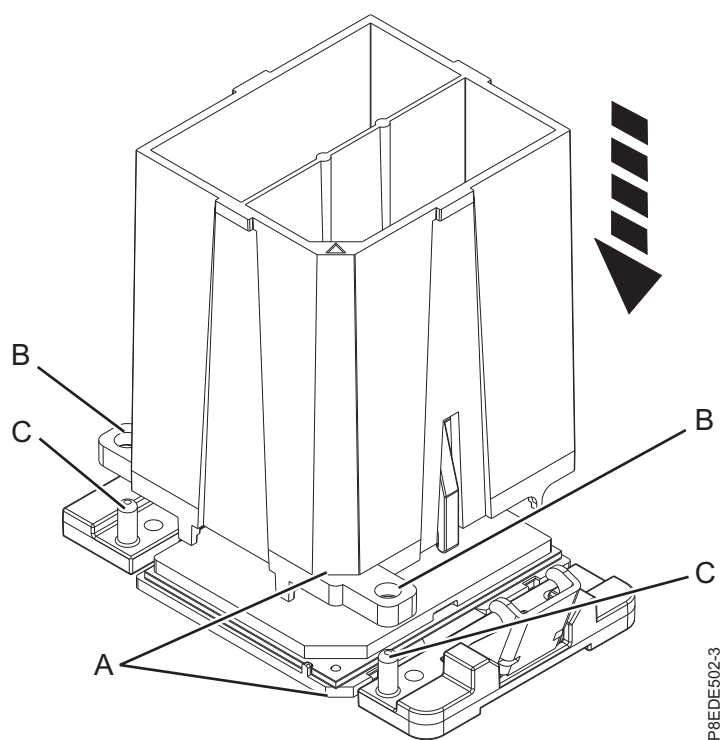

図 6. 取り外しツールをシステム・プロセッサ・モジュールの上に下ろす
- a. 提供されている取り外しツールを使用して、ツールの斜めになっている隅 **(A)** を、システム・プロセッサ・モジュールの斜めになっている隅と位置合わせします (9 ページの図 6 を参照)。